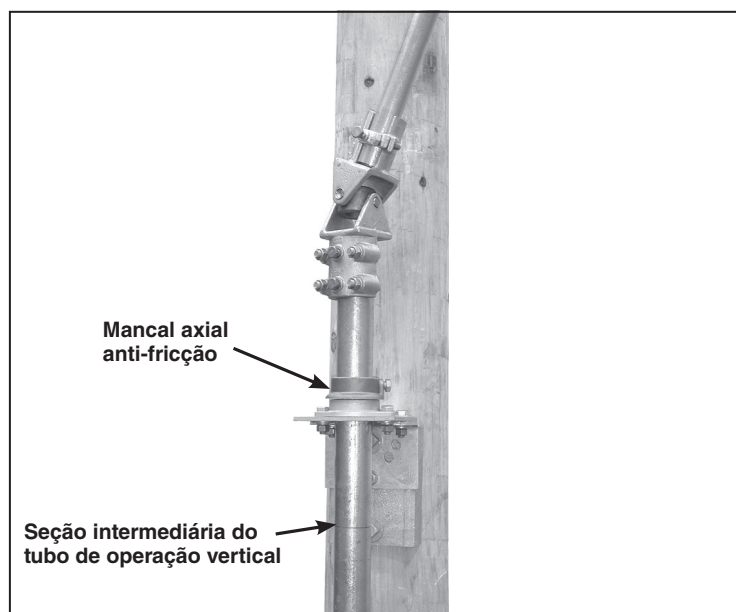

Figura 24. Instalação da seção intermediária do tubo de operação vertical.
PASSO 23. Deslize para cima a próxima seção do tubo de operação vertical até o mancal-guia e em seguida até o mancal axial anti-fricção. O mancal axial anti-fricção deve assentar no mancal-guia e suportar o tubo de operação. Ver Figura 24.